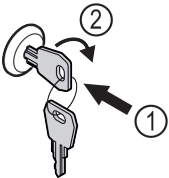

Fig. 145
- ▶ Dugja be a kulcsot Fig. 145 (1).
- ▶ Forgassa el a kulcsot 90°-kal az óramutató járásával megegyező irányba Fig. 145 (2).